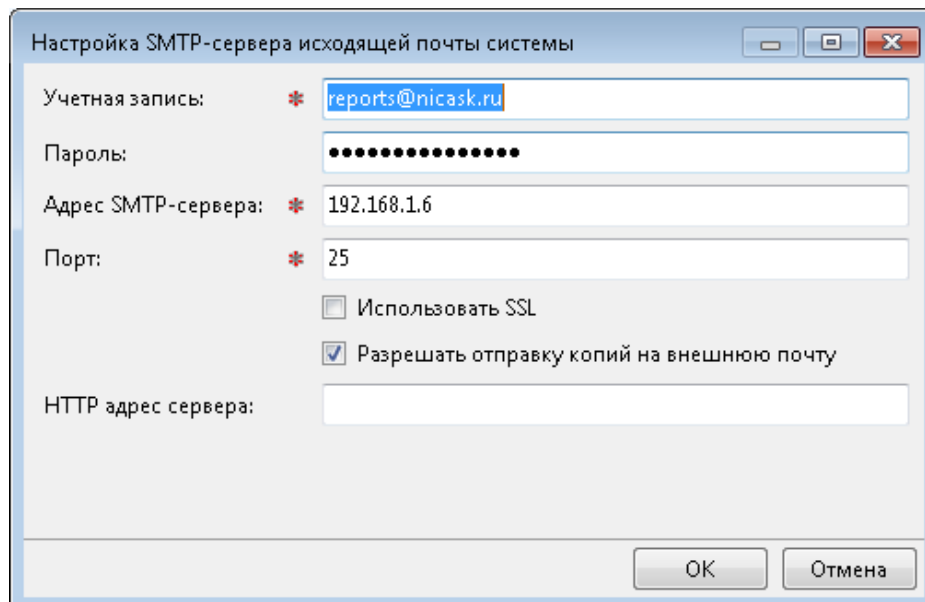

Рисунок 356 — Заполнение полей для отправки уведомлений на внешнюю почту
- «Использовать SSL» – использовать шифрование (Рисунок 356).